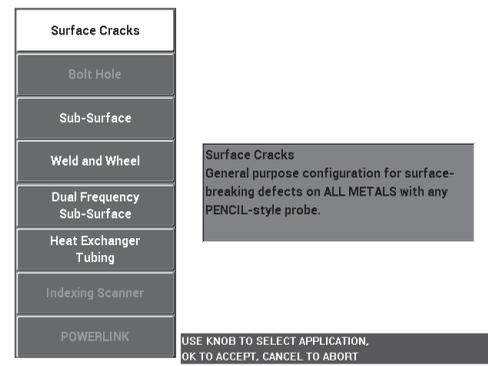

図 5-82 表面欠陥用アプリケーション
2. 設定メニューキー (⚙) を一度押し、続いて**アプリ選択** (A キー) を選択してアプリケーション選択メニューを開きます。ノブを回して**表面欠陥**を選択し、✓ を押してそれを適用します (189 ページの図 5-82 を参照)。
7. 表面からプローブを離し、試験片に再びプローブを接触させ、この動きを繰り返しながら位相キー（）を押し、リフトオフ位相が直角（90°）になるまで調整します（189 ページの図 5-82 を参照）。